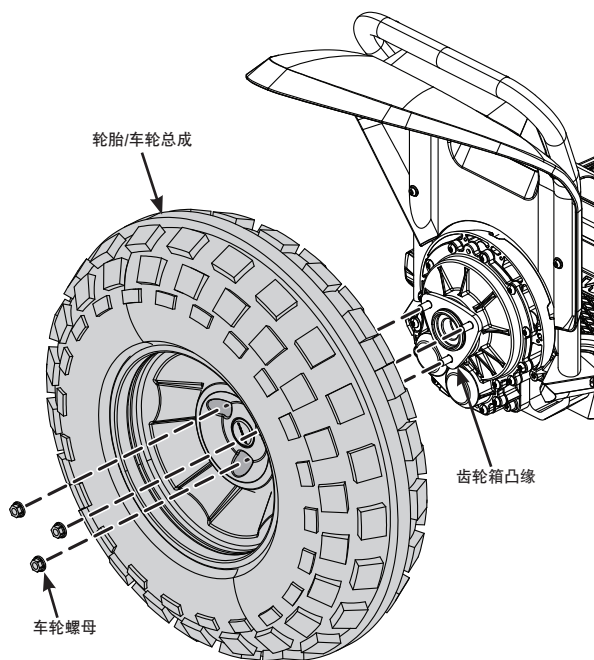

图 1: 轮胎/车轮总成, x2 第 2 版
3. 用 13 mm 套筒扳手拆除三颗螺母并丢弃。参见图 1。
3. 将轮胎/车轮总成放到齿轮箱凸缘上。参见图 1。